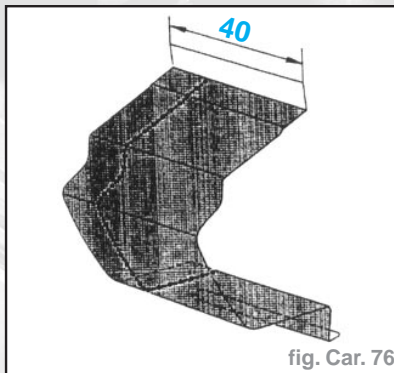

fig. Car. 76
- Tracer puis découper un renfort (pièce à prendre dans l'aile arrière après sa dépose (fig. Car. 76).